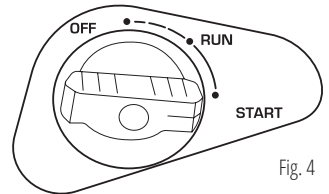

Fig. 4
4. Déplacez la poignée de registre d'air à la position OFF (fig. 4).